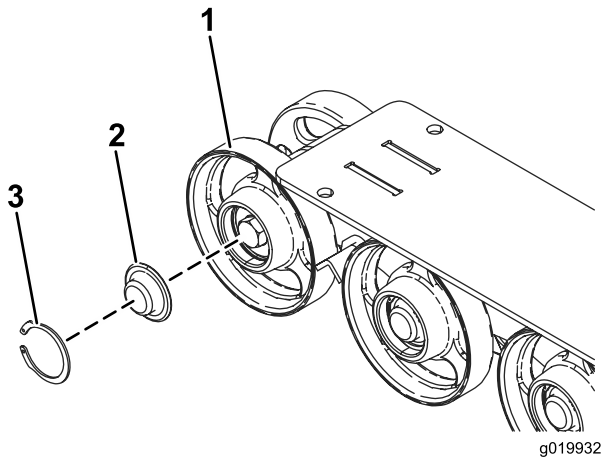

Bild 51
3. Nehmen Sie den Sprengring und die Kappe vom Straßenrad ab (Bild 51).
- 4. Prüfen Sie das Schmiermittel unter der Kappe und um die Dichtung (Bild 51). Wenn es schmutzig, körnig oder verbraucht ist, entfernen Sie das gesamte Schmiermittel, wechseln Sie die Dichtung aus und fügen Sie neues Schmiermittel hinzu.
- 6. Setzen Sie die eingefettete Straßenradkappe auf den Schraubenkopf (Bild 51).
- 7. Befestigen Sie die Straßenradkappe mit dem Sprengring (Bild 51).